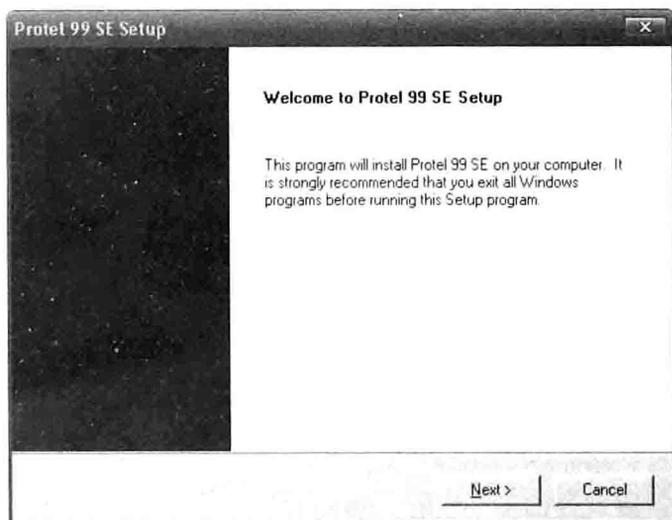

图 1-1 安装向导对话框
① 将安装盘放入光驱中，打开 Protel 99 SE 文件夹中的“SN”文件夹下软件的序列号。然后双击“setup.exe”图标进入安装程序，系统弹出如图 1-1 所示的安装向导对话框。